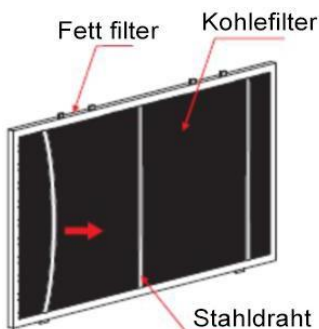

Bild 1
2. Avlägsna ståltråden med rätt tjocklek, enligt bild 1.